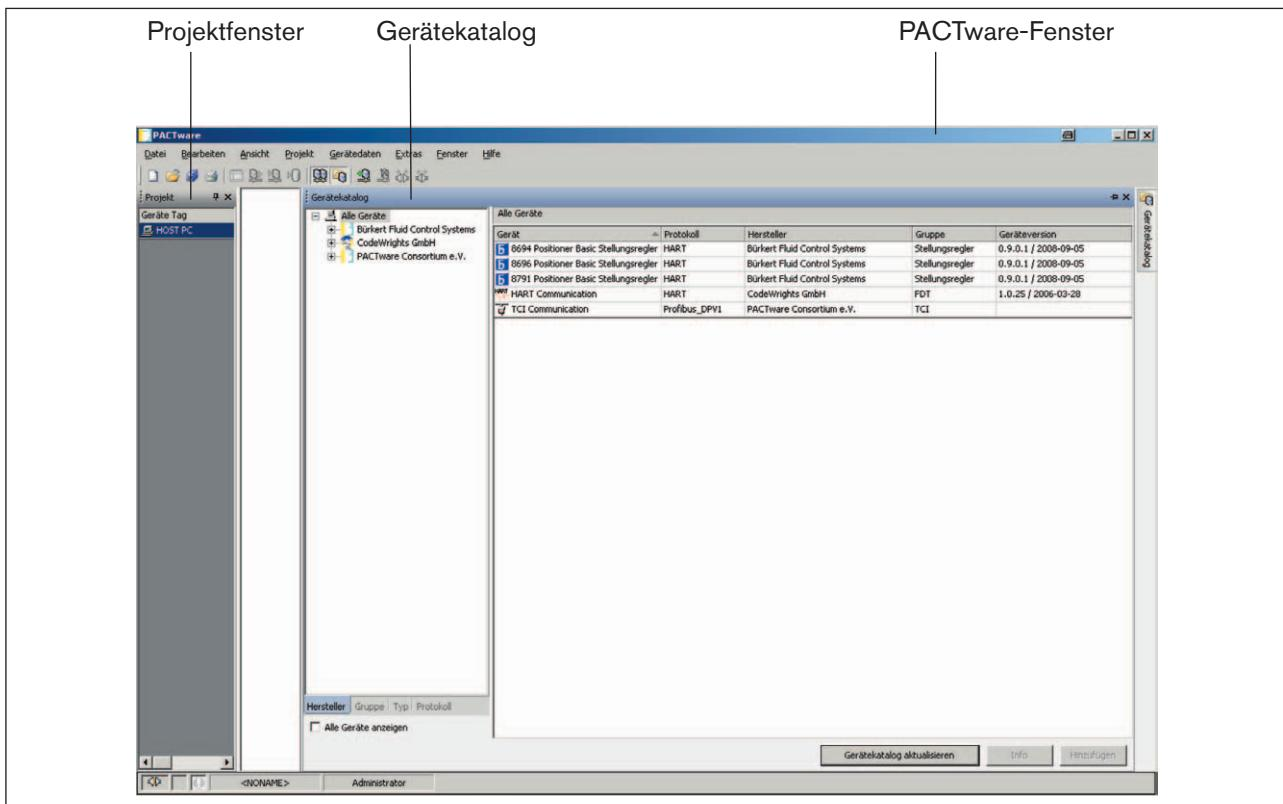

Bild 11: Gerätetool mit HART Comm DTM und Bürkert Geräte-DTMs
- nach erneutem Öffnen des Gerätelists sind die Bürkert Geräteliste-DTM-s vorhanden, siehe „Bild 11: Geräteliste mit HART Comm DTM und Bürkert Geräteliste-DTM-s“.